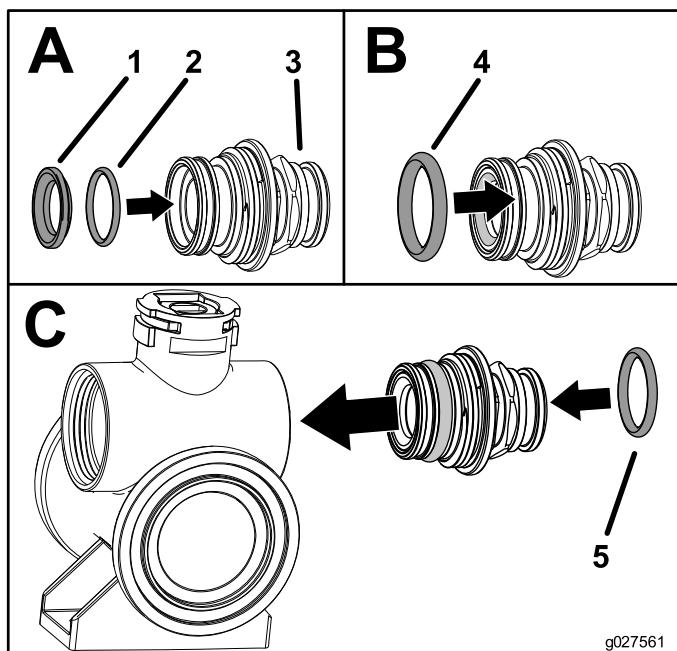

Figura 6
- Instale la junta tórica trasera y el asiento de la válvula en el conector del extremo (Figura 6, A).
- Instale la junta tórica del extremo en el conector del extremo (Figura 6, B).
- Inserte el conjunto del conector en el cuerpo de la válvula hasta que la brida del conector del extremo toque el cuerpo de la válvula; luego gire la válvula 1/8 a 1/4 vuelta más (Figura 6, C).
- Instale la junta tórica del conector de salida en el conector de la manguera (Figura 6, C).